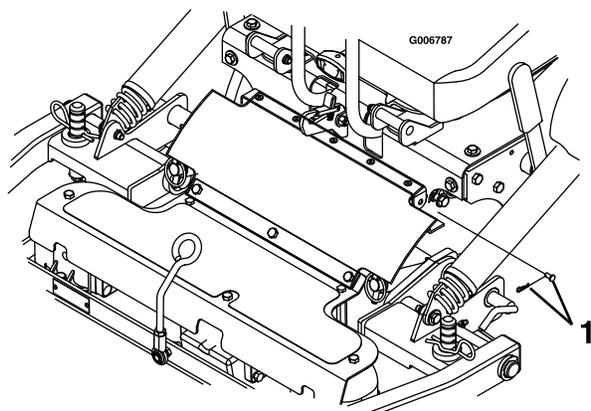

Figure 21
- Retirez les goupilles fendues et les axes de chape des deux côtés de la protection de PDF (Figure 21).